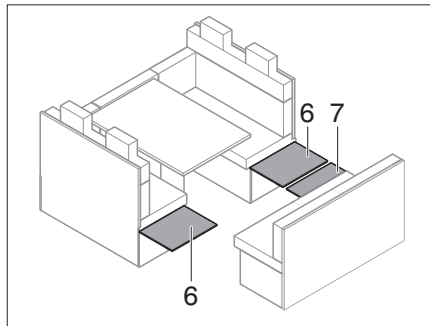

Fig. 216 Déployer les parois latérales
- Déployer les parois latérales des coffres de siège (Fig. 216,6) et la paroi avant des coffres de siège (Fig. 216,7).